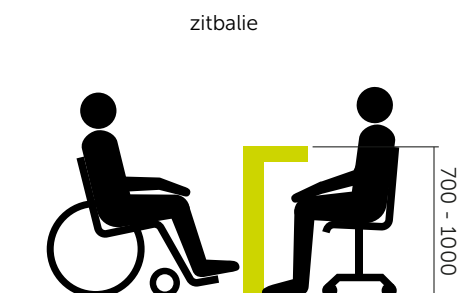

fig 33 Een zitbalie waarbij het oogcontact op gelijke hoogte is. Schrijfhandelingen zijn niet nodig.
- Zitbalie: werkbladhoogte tussen de 700 en 1000 mm (fig 33 en 34)